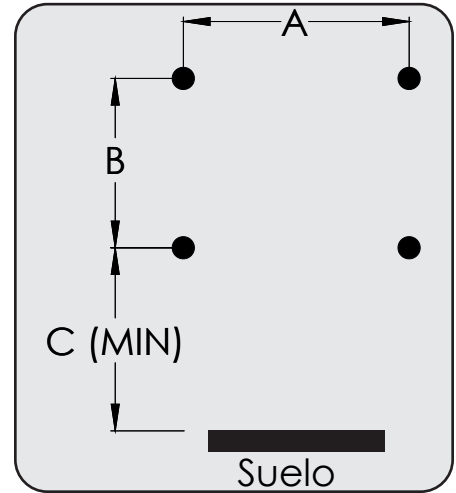

Figura 2
3. Use la Figura 2 y la Tabla 2 a continuación para espacio entre agujeros y piso mínimo espacio libre para cada calentador.